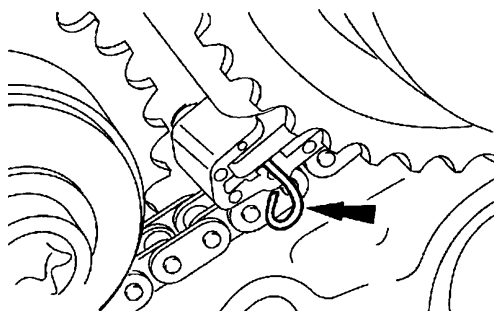

图 15-23 拆下限位销
6) 拆卸右侧次级正时链条张紧器内插入的限位销, 如图 15-23 所示。